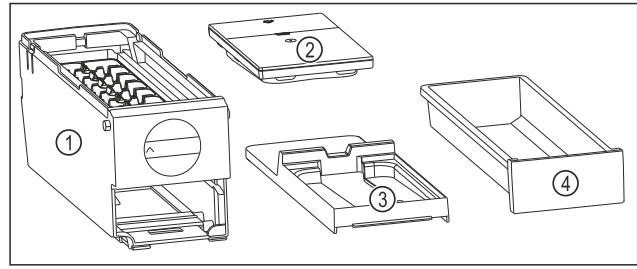

Fig. 147 EasyTwist-Ice parçaları
- EasyTwist-Ice dört parçaya bölünmüştür. (bkz. Fig. 147)
- EasyTwist-Ice sadece resimdeki parçalarına ayrılmalıdır. (bkz. Fig. 147)
- EasyTwist-Ice gövdesini Fig. 147 (1) komple temizleyin.